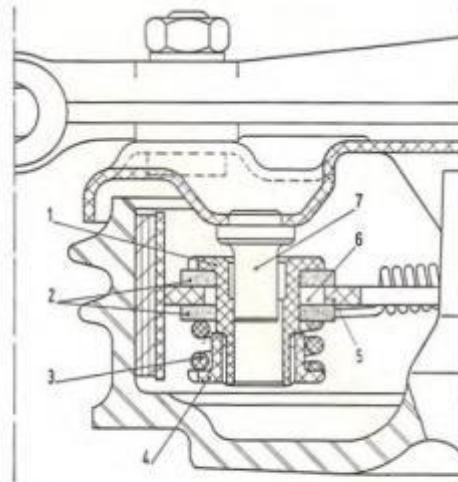

Fig. 51. Fodbremsens selv-justeringsanordning.
Fodbremsen er baseret på et normalt, hydraulisk, 4-hjuls bremsesystem med én hjulcylinder pr. hjul (simplexsystem). Fodbremsen skal *ikke* justeres, idet hver enkelt bremsebakke er selvjusterende. Denne automatiske justeransordning er vist i fig. 51. Den består af en tap (7), som er fastgjort i bremseankerpladen. På tappen er anbragt en bøsning (1), hvis indvendige diameter er 0,8 mm større end tappens diameter. Bøsningen går gennem et langhul i bremsebakkes krop (5); på hver side af denne er anbragt en skive (2), som ved kraven på bøsningen (1), fjederen (3) og møtrikken (4) klemmer om bremsebakkes krop (5).
Reservevedelsenummer for trykfjeder (3) i fig. 51	986339